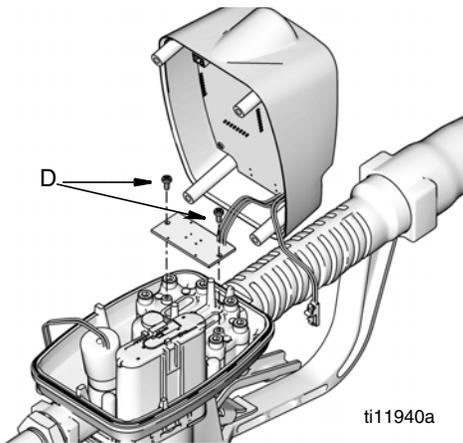

FIG. 7
- Utilice dos tornillos (D) para ajustar la media caña de la plaqueta a la carcasa del medidor (FIG. 7). Ajuste los tornillos hasta que lleguen al fondo de la carcasa.